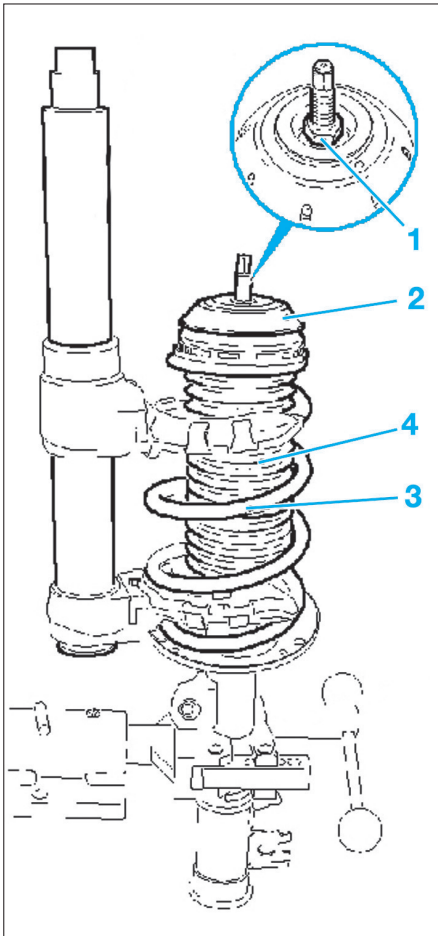

Fig. 6
- Déposer (Fig.6) :
- l'écrou de tige d'amortisseur (1),